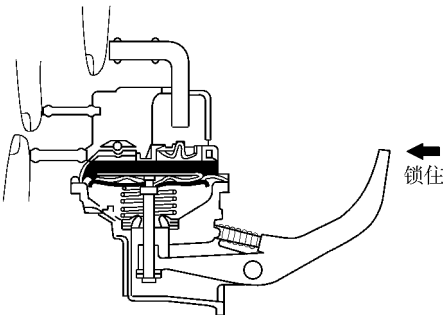

图 2-70 用三个手指堵住进油、出油
(3) 检查膜片。用三个手指堵住进油、出油和回油管，检查泵臂是否被锁住。若摇臂推不动，说明膜片是密封的，如图 2-70 所示。